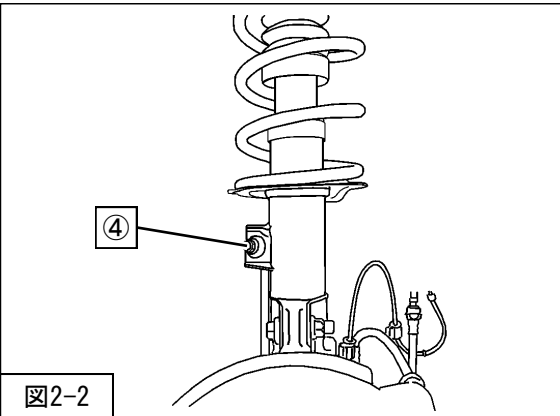
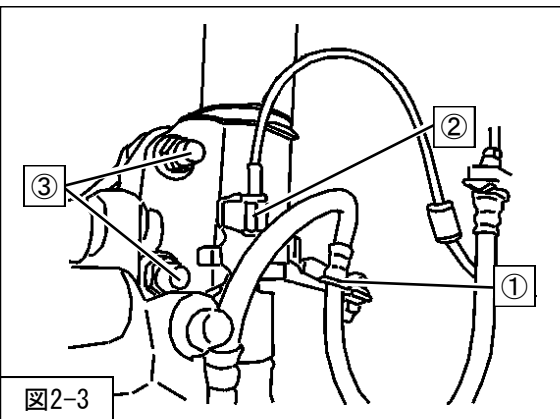

図2-2
図2-3
3. ④スタビライザリンク取付ナット（締付トルク：46N・m）を取付けてください。（図2-2）
4. ③ダンパーロア取付ボルト・ナット（締付トルク：155N・m）
②ABSセンサハーネス
①ブレーキホース取付ボルト（締付トルク：33N・m）を取付けてください。（図2-3）